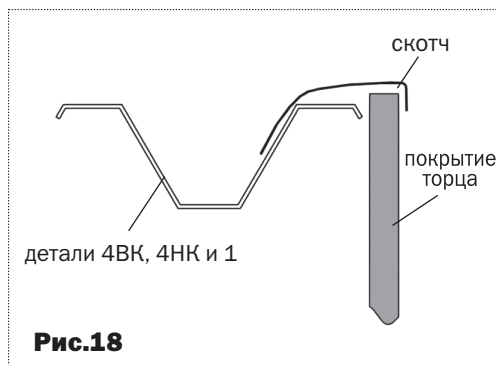

Рис.18
4. Подровняйте ножом куски покрытия по дугам **4НК** и **4БК** и детали **1**, а затем закройте полученный срез скотчем в соответствии с **рис.18**.